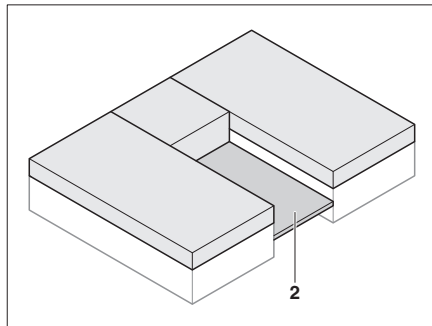

Bild 78 Dra ut ribbotten
- Dra ut ribbotten (Bild 78,2) mellan enkelsängarna.